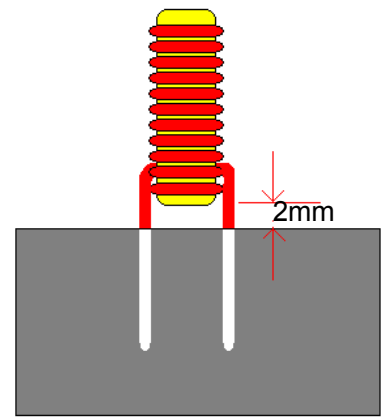

图 8.1
- 4.2 焊锡：将脚垂直插入锡槽，焊锡深度依图面要求。例图 8.1。